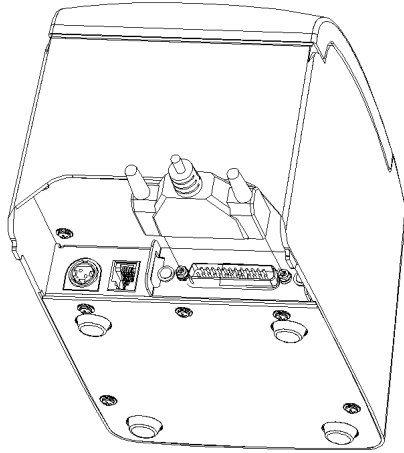

图 1-5 接口连接
- 2、 将数据插头插入匹配的接口内，并用插头上的螺钉固定。如图 1-5。